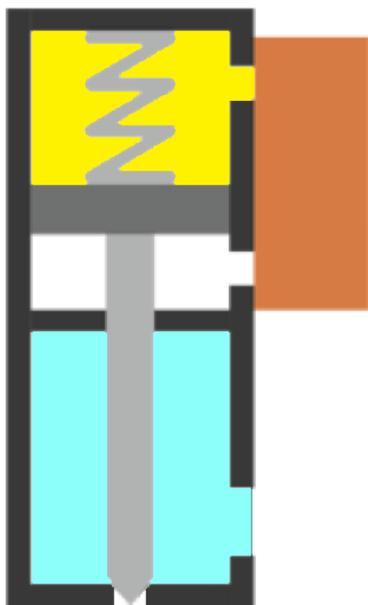

Figura 03 – Fase a riposo
- Il fluido è nella camera apposita pronto per uscire, ma il foro è chiuso dallo spillo che viene tenuto in posizione grazie alla pressione pneumatica che viene pilotata dall'elettrovalvola 5/2 (Figura 03);
- L'aria, assieme alla molla, spingono verso il basso il pistone, chiudendo il foro di uscita del prodotto (Figura 03).